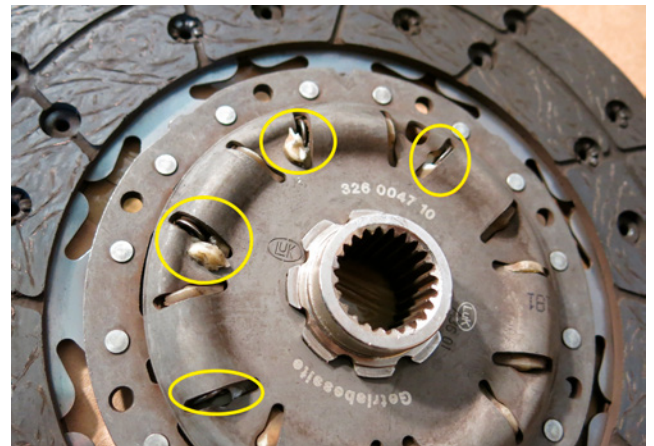

Bild 5: Beschädigung der Kunststoffführungen der Torsionsdämpferscheibe
- Beschädigung der Führungen des Kunststoffscheibentorsionsdämpfers (Bild 5).